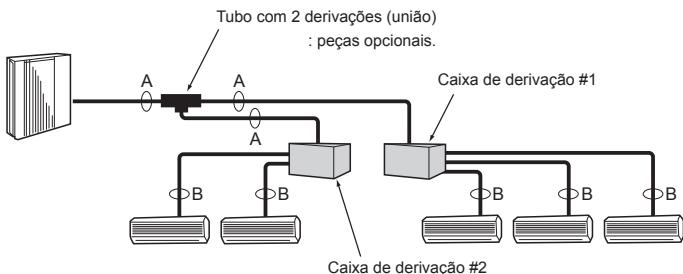

Fig. 4-4
4.3.2. Ligação com caixa de derivação (Fig. 4-4)